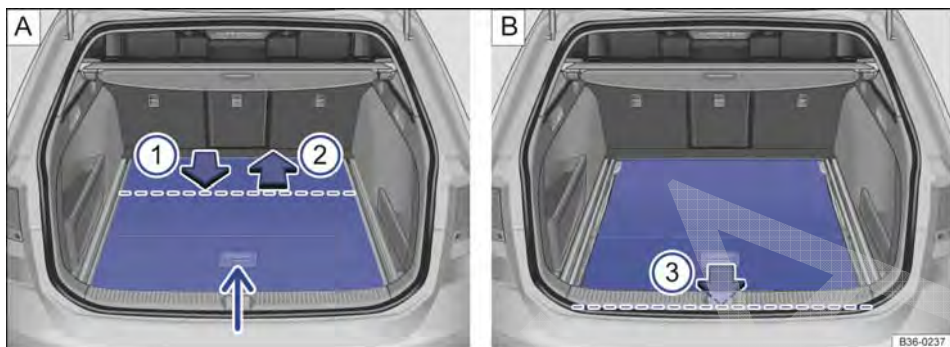

Fig. 233 No compartimento de bagagem: afundar o assoalho do compartimento de bagagem.
- Levantar o assoalho do compartimento de bagagem → Fig. 233 A (seta menor) e virar.
- Puxar o assoalho do compartimento de bagagem no sentido da seta → Fig. 233 A ① sobre o canto do compartimento de bagagem até aproximadamente a linha tracejada. A parte frontal do assoalho do compartimento de bagagem deve virar para baixo.
- Empurrar o assoalho do compartimento de bagagem, no sentido da seta → Fig. 233 A ②, até o batente. O assoalho do compartimento de bagagem está, agora, na posição mais baixa.
- Puxar o assoalho do compartimento de bagagem no sentido da seta → Fig. 233 B ③ para o canto do compartimento de bagagem até o batente.